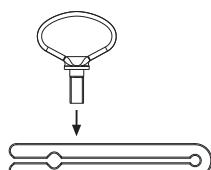

Fig. 18
- Montar o dispositivo de extracção, ver Fig. 18.